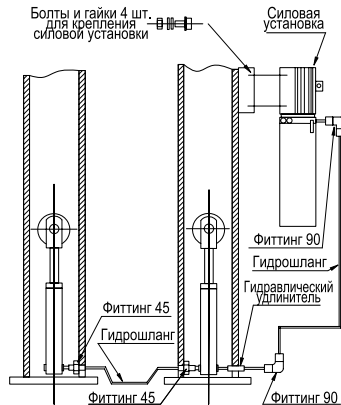

Рисунок 8 – Установка насосной станции и подключение гидрролинии
- Подсоедините гидравлические шланги как показано на (рис. 8).